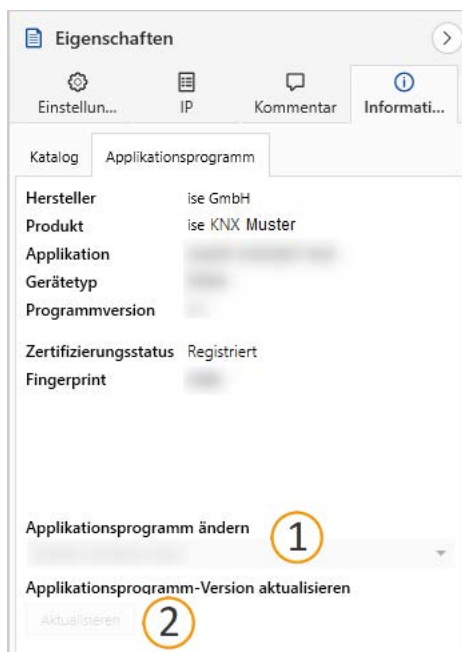

Abbildung 6: Applikationsprogramm aktualisieren
5. Wählen Sie die Schaltfläche <<Aktualisieren>> unterhalb des Punkts <<Applikationsprogramm-Version aktualisieren>> (siehe Abbildung 6, Pos. 2).
○ Wenn Sie den Wert unter <<Applikationsporgramm ändern>> (siehe Abbildung 6, Pos. 1) ändern, gehen benutzerdefinierte Einstellungen wie z. B. die Verknüpfungen zu den Gruppenadressen verloren.